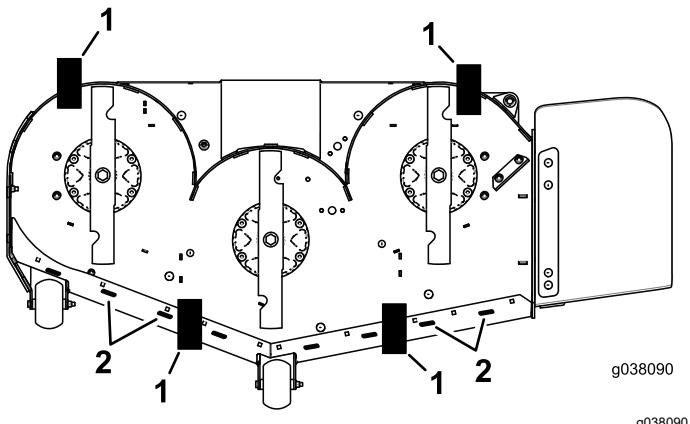

Figura 93
11. Coloque 2 bloques (ver Altura de bloque y soporte) debajo del borde trasero del faldón de la carcasa de corte, uno en cada lado de la carcasa de corte (Figura 93).